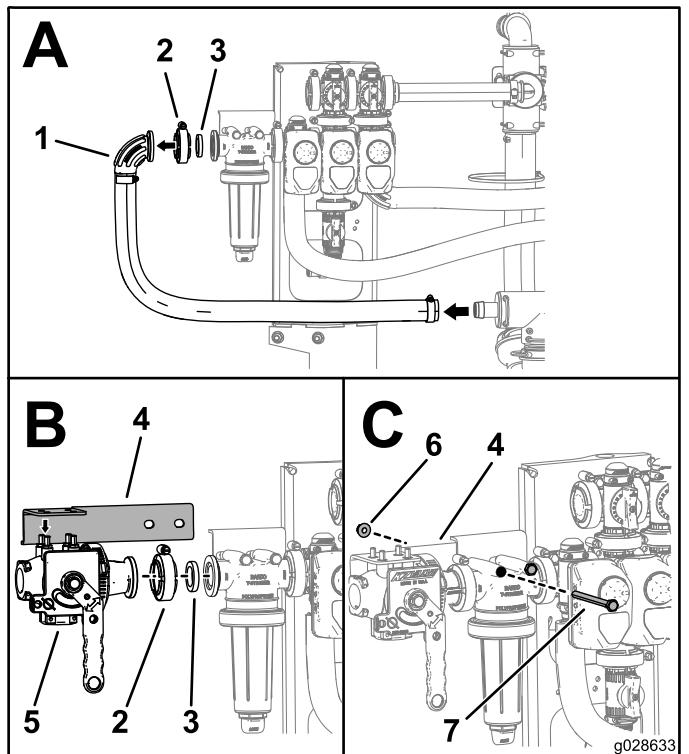

Figura 21
1. Retire o cotovelo, o grampo da flange, junta, o cotovelo e o tubo de entrada da cabeça do filtro de pressāo (Caixa A de Figura 21).
2. Coloque o suporte da válvula na parte superior da válvula do misturador, conforme mostrado na Caixa B de Figura 21.
3. Instale a válvula do misturador utilizando junta e o grampo da flange retirados no Passo 1; consulte a Caixa B da Figura 21.
4. Fixe o suporte ao conjunto de válvula da rampa utilizando os parafusos e as porcas que estão atualmente instalados no filtro de pressāo; consulte Caixa C da Figura 21.